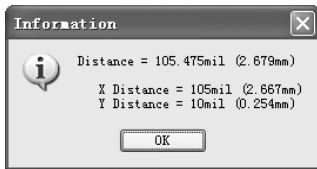

图 10-2 距离信息对话框 2
1) 选择菜单命令“报告”→“测量距离”，光标变成十字形。移动鼠标，单击需要测量的两点，系统弹出距离信息对话框，如图 10-2 所示。